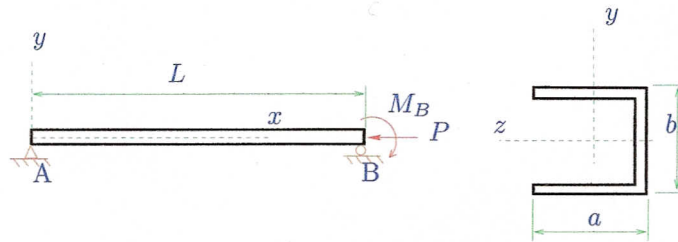

Figura 3: Columna
3. En la figura 3 se tiene una columna bajo la acción de una fuerza P y un momento M_B . La
sección de la viga es mostrada en el lado derecho de la figura 3 (en forma ampliada). La sección tiene un espesor uniforme e . Si la viga tiene un módulo de elasticidad E , determine la carga crítica P_{cr} . (20 puntos)